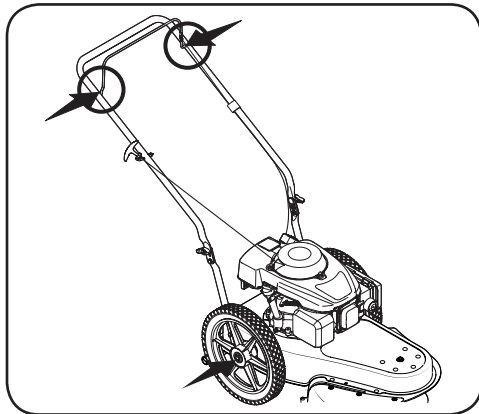

Figura 4-1
1. Lubrique con aceite ligero los puntos de pivote de la palanca de control al menos una vez por temporada. El control debe funcionar libremente en ambas direcciones. Consulte la Figura 4-1.
3. Lubrique las ruedas con aceite ligero o aceite para motor al menos una vez por temporada. Si las ruedas se quitan por cualquier motivo, debe lubricar con aceite ligero la superficie del perno del eje y de la cara interna de la rueda. Consulte la Figura 4-1.